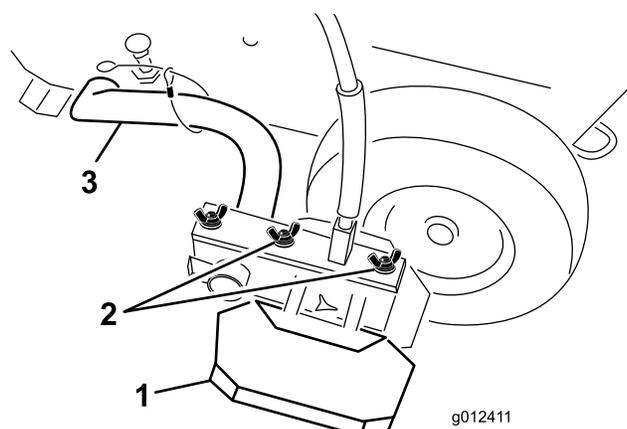

Figura 23
1. Allentate i dadi ad alette che fissano gli schermi paraspruzzo al braccio della barra (Figura 23).
2. Spostate gli schermi (Figura 23) verso l'interno o l'esterno fino a ottenere una linea della larghezza desiderata. Accertatevi che gli schermi siano alla stessa distanza dall'ugello di spruzzo.